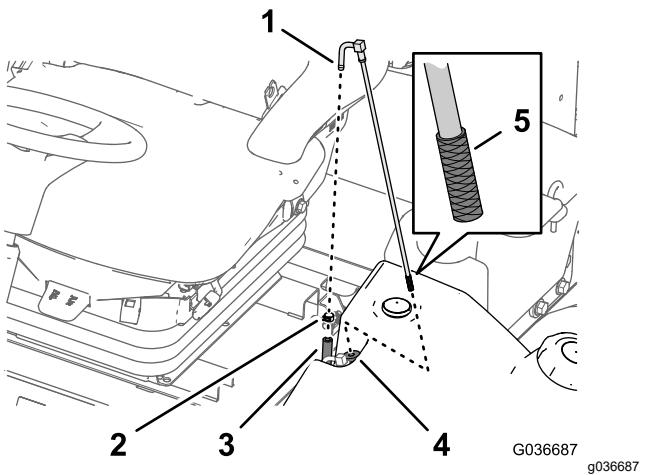

Figura 65
1. Retire a braçadeira de tubos que prende o tubo de alimentação do combustível à união do tubo de recolha de combustível (Figura 65).
2. Separe o tubo da união (Figura 65).
3. Levante o tubo de recolha de combustível do depósito do combustível (Figura 65).
4. Limpe quaisquer detritos no filtro na extremidade do tubo de recolha de combustível (Figura 65).
5. Insira o tubo de recolha de combustível através do casquilho de borracha e no depósito (Figura 65).